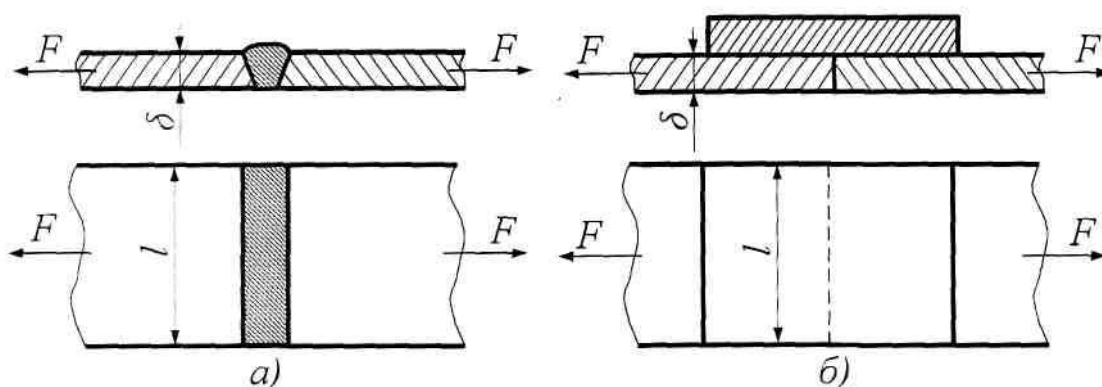

Рисунок 1
Две полосы из стали Ст.3 соединены стыковым швом и нагружены силой F (рисунок 1).
- а) сварка ручная дуговая электродом Э42А (рисунок 1, а);
- б) контактная точечная сварка с накладкой (рисунок 1,б).